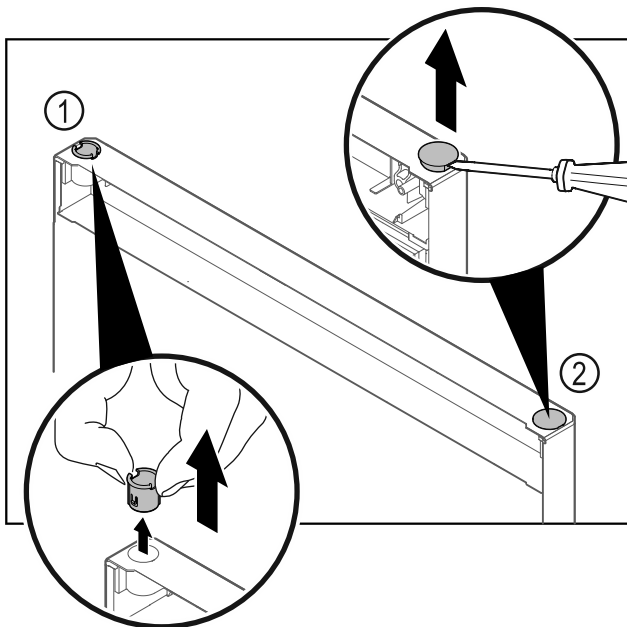

Fig. 30
- ▶ Extrageți bucușă balamalei Fig. 30 (1) cu degetele.
- ▶ Ridicați dopul de acoperire Fig. 30 (2) cu precauție cu o șurubelniță dreaptă și extrageți-l.